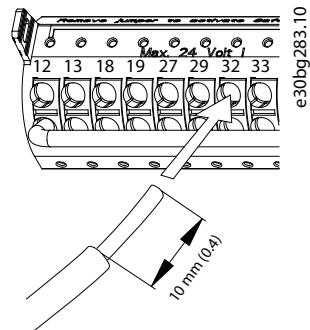

Bild 5.20 Ansluta fasta styrkablar
- Den fasta kabeln (den bara delen) trycks in i anslutningen. Se Bild 5.20.